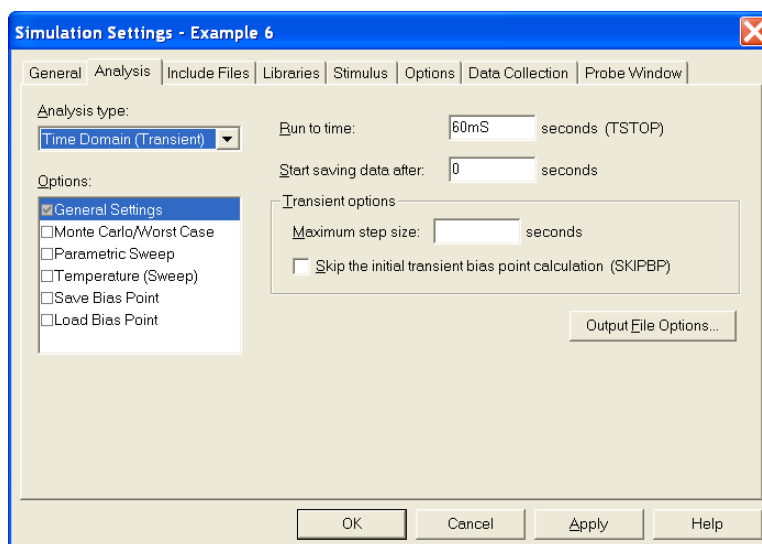

图 47. 修改 Simulation Profile
4) 修改 Simulation Profile, 使它与图 47 相同.